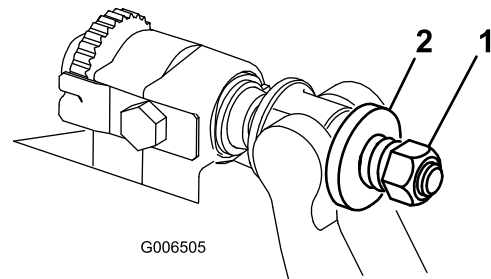

Figura 38
- Apriete la tuerca de tensado del muelle hasta que el muelle esté comprimido del todo, luego aflójela 1/2 vuelta (Figura 38).